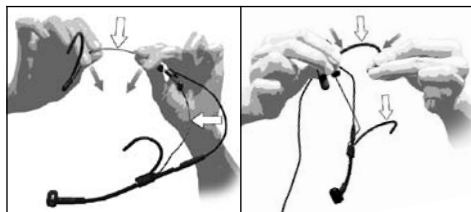

Fig. 6: Doblar y ajustar el soporte de nuca y los arcos auriculares
Véase Fig. 6.
- Sujete el soporte de nuca o los arcos auriculares en los lugares indicados en la Fig. 6 y **con mucho cuidado** dóblelos un poco hacia adentro.